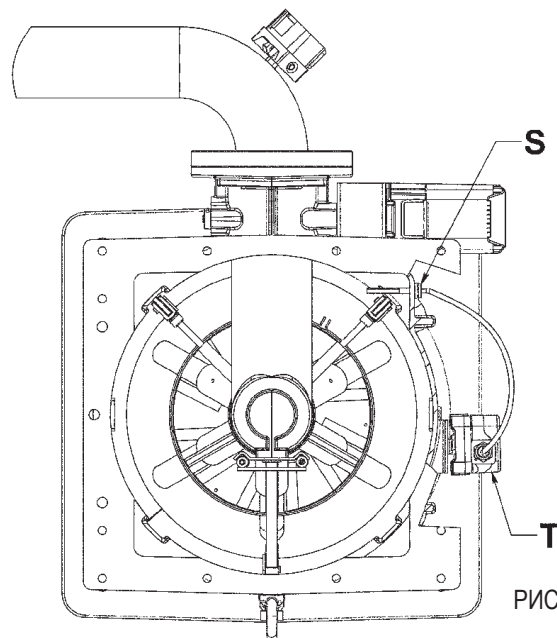
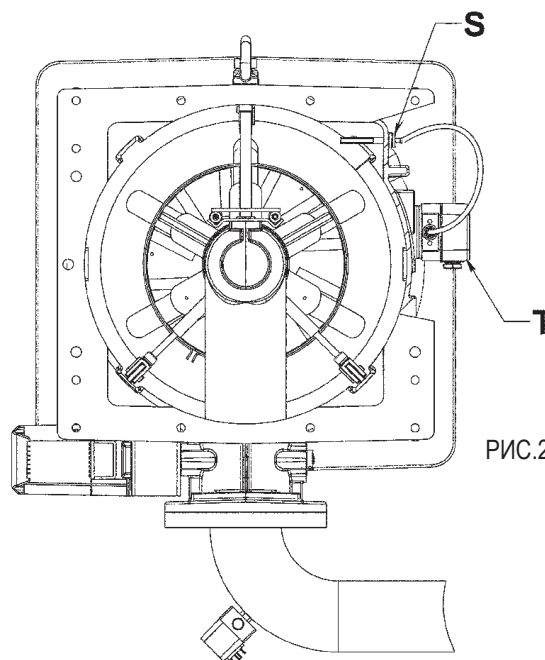

РИС.1
РИС.2
- После того, как на котел установлен узел головки, присоедините к камере два шарнира (Е), используя 4 винта (F) и соответствующие шайбы, не затягивая винты полностью (стандартная заводская установка шарниров – с правой стороны, но можно смонтировать их и с противоположной стороны).
- Расположите вентилируемый корпус (G) на уровне двух шарниров (РИС. 2). Для перемещения вентилируемого корпуса пользуйтесь специальными цепями или тросами, закрепленными на рым-болтах (H).
- Вставьте стержень I и затем заблокируйте его гайками (L) и соответствующими шайбами; необходимо проследить, чтобы упорные поверхности двух шарниров хорошо прилегали к соответствующим поверхностям спирального кожуха. Избегайте чрезмерной затяжки гаек (L): это может затруднить вращение шарнира.
- Привинтите центрирующий палец (M) на фланце вентилятора, со стороны, противоположной шарниру (РИС. 2).
- Не отсоединяя цепей от рым-болтов, поверните вентилируемый корпус и расположите фланец вентилятора так, чтобы он соприкасался с фланцем камеры; проверьте, что палец (M) вошел в соответствующее отверстие (РИС. 2).
- Закройте горелку с помощью винтов (N) и соответствующих шайб. По окончании
Горелка поставляется со штуцером отбора давления (S) для реле давления (T) на правой верхней стороне камеры, причем газовая рампа выходит вверх (РИС. 1).
В случае, если газовая рампа выходит вниз и, следовательно, камеру нужно повернуть на 180° по сравнению с конфигурацией РИС. 1, рекомендуется снять штуцер отбора давления (S) и реле давления (T) и установить эти компоненты в специальные гнезда на противоположной стороне камеры, таким образом, чтобы штуцер отбора давления вновь находился справа (РИС. 2). В этом положении правильность и надежность сигнала давления для реле давления гарантирована.